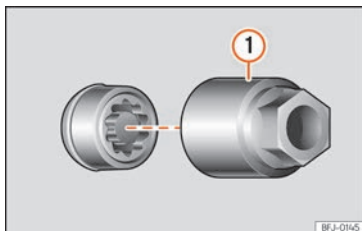

Fig. 32 Tornillo antirrobo de la rueda con capuchón y adaptador.
- Encaje el adaptador especial »» fig. 32 ① (herramienta de a bordo »» pág. 40) en el tornillo antirrobo de la rueda hasta el tope.